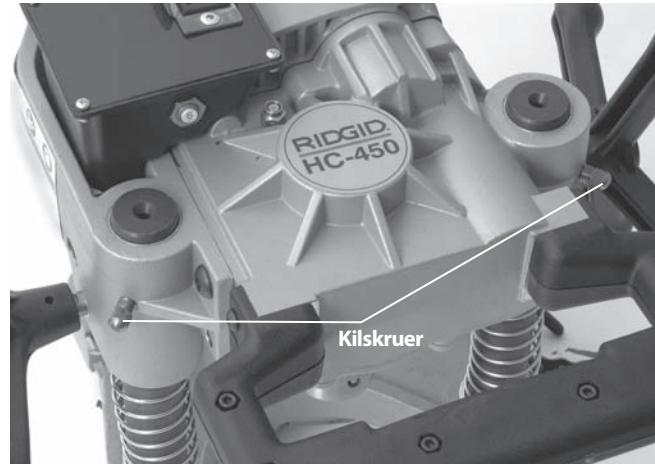

Figur 12 – Børsteplassering – Uten motordeksel
2. Bruk tang til å trekke motorbørstene rett ut. Koble fra kontaktstykket. (Se figur 12.)